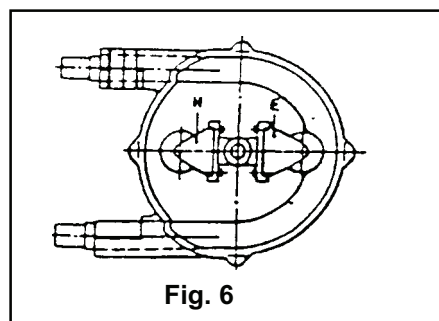

Fig. 6
10) Effettuare una pulizia accurata del corpo di pompa e del carter nelle parti contrassegnate (Fig.6).
10) *Carefully clean the pump casing and the cover in the marked parts (Fig. 6)*
6) Eseguire il rimontaggio della forcella H senza i relativi spessori ( Fig. 6 ).
6) re-assemble the roller holder H without relevant shims (Fig. 6).